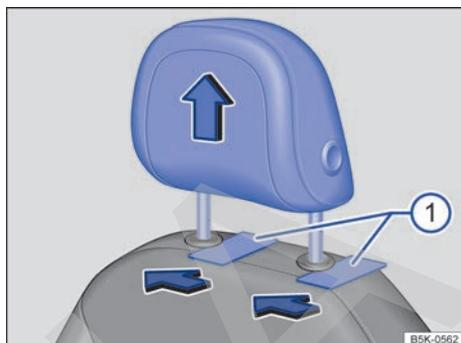

Fig. 82 Desmontaje de los apoyacabezas delanteros.
- Para desbloquearlo, introduzca unos objetos planos (unas tarjetas de plástico, p. ej.) entre el tapizado del respaldo y las tapas de las barras del apoyacabezas → fig. 82 ① mientras una segunda persona extrae el apoyacabezas completamente.